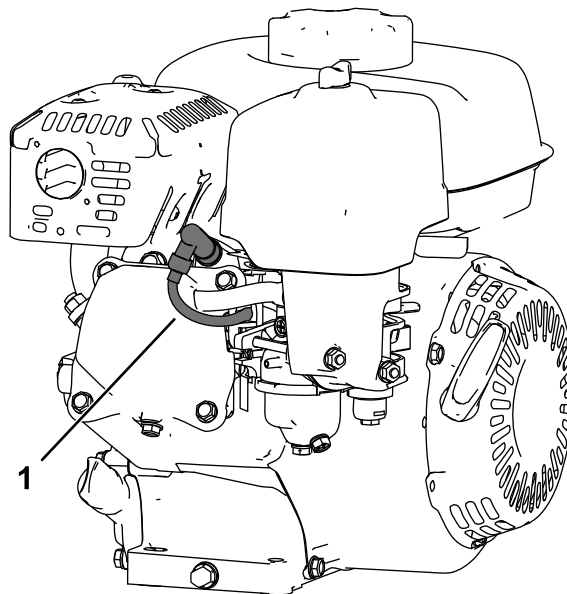

Figura 27
5. Desligue o fio da vela de ignição (Figura 27).